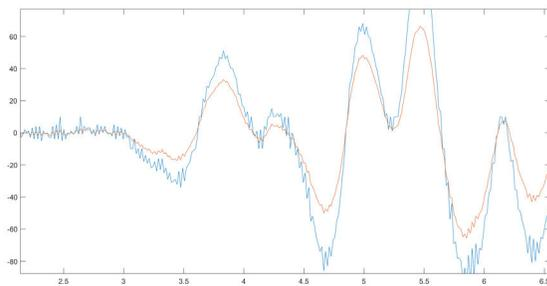

Abbildung 4. Graph der Fehler- und Motorwerte
ansteuern zu können, musste das mit einem PID-Controller geschehen, der aktuelle, vergangene und zukünftige Fehler ausgleicht. Der PID-Controller besteht aus 3 Komponenten: Einmal der proportionale Anteil, der die aktuellen Fehler berichtigt. Dieser lässt sich mit der Gleichung (1) berechnen. Dann gibt es noch den Integralanteil, der die vergangenden Fehler ausgleicht. Hier kann die Gleichung (2) verwendet werden. Zuletzt braucht man noch den Differentialanteil, der für zukünftige Fehler verantwortlich ist. Man verwendet hier Gleichung (3). „F“ ist hier der aktuelle Fehler. Die „I“ Variable ist dabei die Summe aller Fehler und die „D“ Variable die Differenz zwischen dem letzten und dem aktuellen Fehler. Dann gibt es noch die 3 Variablen x , y und z , die so angepasst werden mussten, dass eine gute Performance des Roboters entstand. Die endgültige Motorleistung errechnet sich dann aus diesen drei Komponenten, indem diese zusammen addiert werden. Um diese Stellschrauben besser anpassen zu können, wurde der Fehlerwert (orange) und die berechnete Motorleistung (blau) in MatLab geplottet, was man in Abbildung 4 sehen kann. Nach einigen Testreihen wurde festgestellt, dass die Kommunikation zwischen MatLab und dem NXT Brick, selbst mit USB-Kabel, viel zu langsam ist, was dazu führte, dass der Roboter sich nicht länger als ein paar Sekunden aufrecht halten kann. Deshalb erforderte es einen Weg den Code direkt auf den NXT Brick zu übertragen. Aus diesem Grund musste es mit der offiziellen Software "LEGO MINDSTORMS NXT 2.0- [4] von Lego weiter gehen. Dann wurde der Quelltext aus MatLab umgeschrieben, sodass der Code direkt auf dem NXT Brick kompiliert und geladen werden konnte. Nach weiteren Anpassungen der 3 Reglerparameter in der neuen Software konnte ein sehr gutes Ergebnis erzielt werden, sodass der Roboter sehr stabil steht und ausbalanciert bleibt.